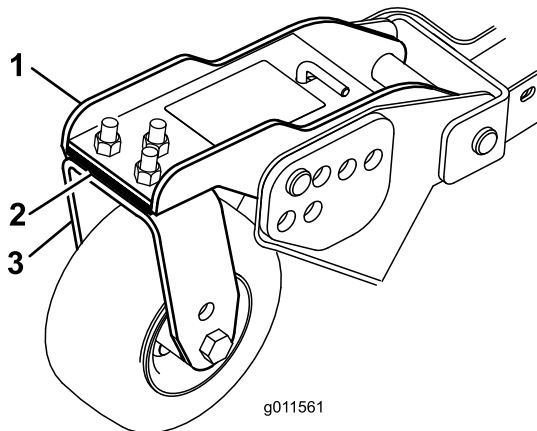

Bild 124
1. Entfernen Sie die Kopfschrauben und Muttern, mit denen der Laufradarm an der Laufradgabel befestigt ist (Bild 124).